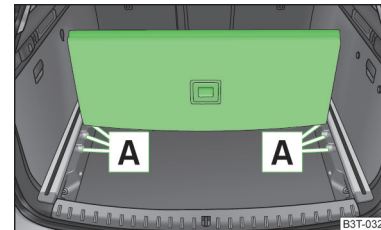

Abb. 113
- Den hinteren Rand in eine der Öffnungen **A** » Abb. 113 einsetzen.